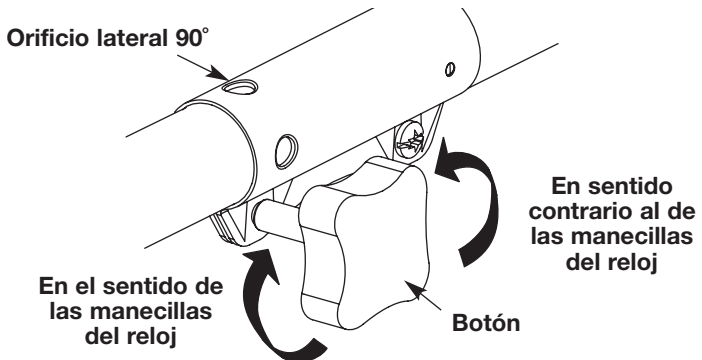

Fig. 1
2. Apriete el botón girándolo hacia la derecha (Fig. 1).
1. Para aflojarlo, gire el botón en el sentido opuesto al de las manecillas del reloj (Fig. 1).